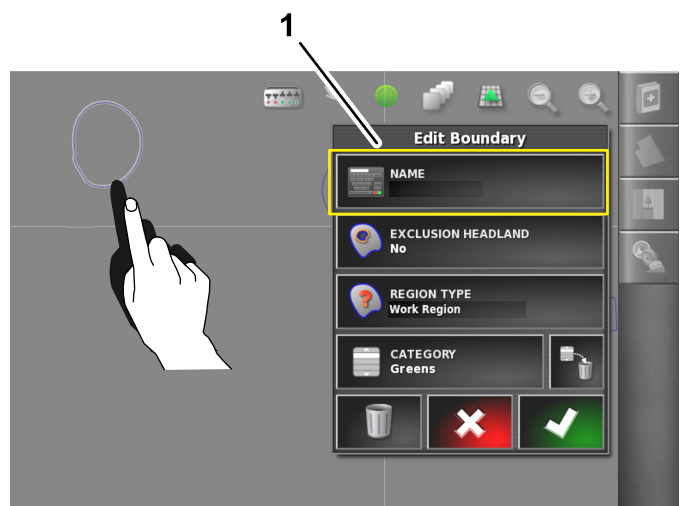

Figura 57
2. Togliete il dito dallo schermo e si aprirà la finestra di dialogo Modifica confini (Figura 57).